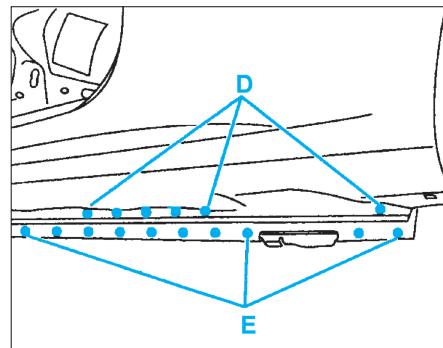

FIG. 112
- par points bouchons au MIG (suivant D) et meuler (Fig.112),